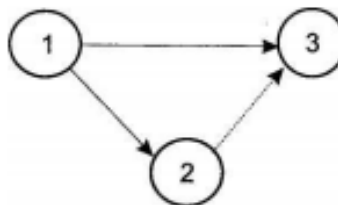

Рис. 8.3
5.15-5.19. Определить оптимальные дополнительные вложения в выполнение работ проекта, представленного сетевым графиком (рис. 8.3) с параметрами из табл. 8.23, если общая сумма дополнительных средств составляет Б ден. ед., а время выполнения проекта должно быть как можно меньше.